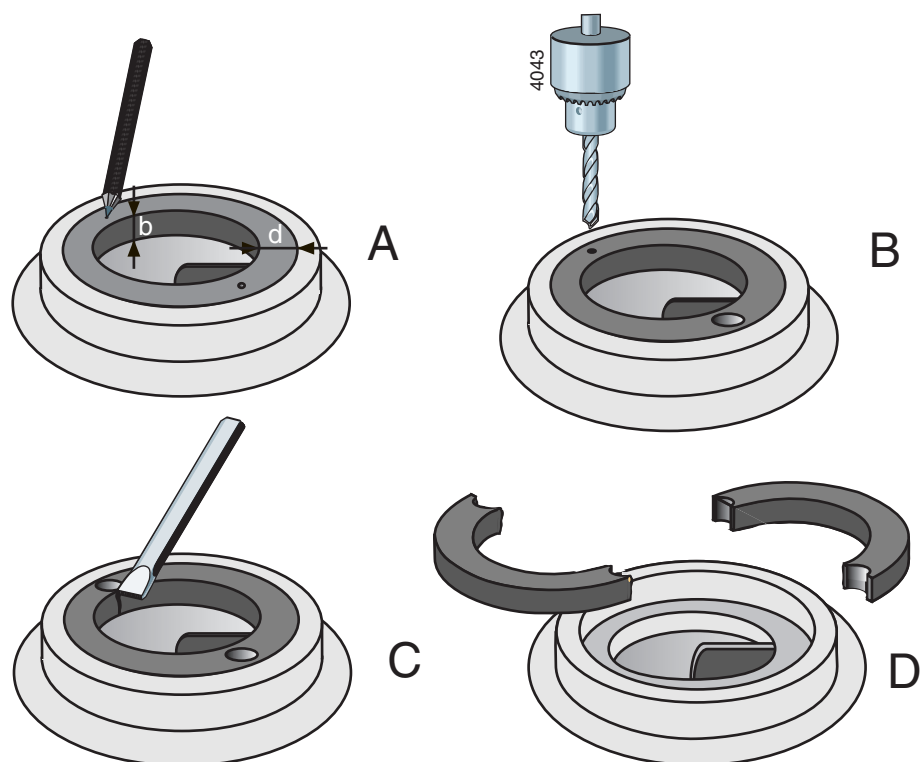

Bild 19: Borttagning av slirring.
- 1 Mät ringens tjocklek (d) och bredd (b), se bild 19 A.
- 2 Slå ett kärnslag i mitten av ringens kant på 2 motsatta ställen, se bild 19 B.
- 3 Använd en borr med en diameter som är något mindre än ringens tjocklek (d) och borra två hål i ringen, se bild 19 C. Borra inte djupare än ringens bredd (b). Se till att pumphusets monteringsyta inte skadas.
- 4 Hacka igenom resten av ringtjockleken med ett stämjärn. Ringen kan då tas ut ur pumphuset i 2 delar, se bild 19 D.